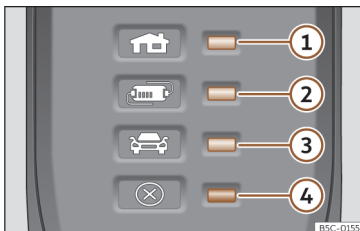

Fig. 77 Sur le câble de charge pour prises de courant : Témoins de contrôle sur le dispositif de protection.
>>> **fig. 77:**
Le dispositif électronique de protection >>> **fig. 77** fait que le connecteur de charge demeure sans courant tant que la prise de charge du véhicule n'est pas branchée.
Un ou plusieurs des témoins de contrôle >>> **fig. 77** ①, ② ou ③ s'allument en vert.
Indication >>> fig. 77	Signification
①, ④ clignotent	Le connecteur pour l'habitation a beaucoup chauffé.
②, ④ clignotent	Le dispositif de protection a beaucoup chauffé.
Si l'opération de charge continue avec un courant inférieur, le témoin d'alerte >>> fig. 77 ④ clignote en rouge en plus de l'indicateur de fonctionnement.
- Si une déconnexion ou une réduction du courant de charge se produit à nouveau et que l'exposition à une source de chaleur externe ne semble pas en être la cause, notez que le témoin de contrôle vert clignote >>> fig. 77. Pour vérifier le câble de charge, adressez-vous à un concessionnaire spécialisé CUPRA ou à tout concessionnaire du réseau SEAT. Pour la vérification de la connexion de l'infrastructure, adressez-vous à un établissement spécialisé en installations électriques.
Si le témoin d'alerte ④ rouge clignote ou s'allume sans qu'un des témoins de contrôle >>> fig. 77 ①, ② ou ③ l'indicateur de fonctionnement ne s'allume de façon permanente, il y a une panne.